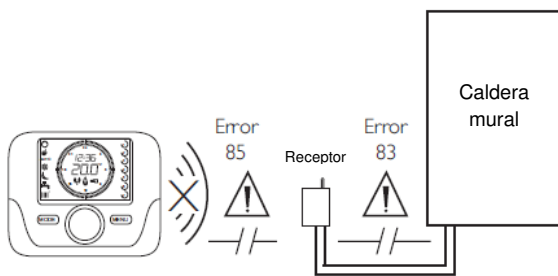

Fig. 13: Código de error comunicación
- El error **E85** indica que Termostato modulante no se comunica con su receptor. El Termostato modulante puede estar fuera de cobertura o no está sincronizado correctamente. Comprobar la distancia entre ambos componentes (Fig. 13) o realizar el proceso de Sincronización Manual. Ver Apartado 6.